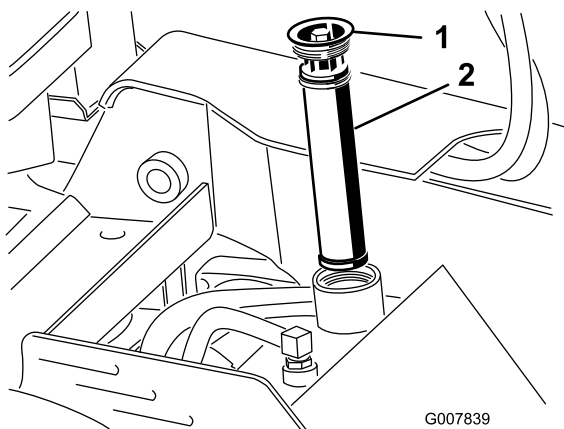

Figure 59
5. Déposez le filtre à huile et mettez-le au rebut (Figure 59).
6. Mettez en place le filtre hydraulique de rechange et le bouchon de remplissage (Figure 59), et serrez le boulon sur le dessus à un couple de 13 à 15,5 Nm.
6. Enlevez le bouchon de remplissage du réservoir hydraulique ainsi que le filtre (Figure 59).
12. Mettez en place le filtre hydraulique et le bouchon de remplissage (Figure 59), et serrez le boulon sur le dessus à un couple de 13 à 15,5 Nm.